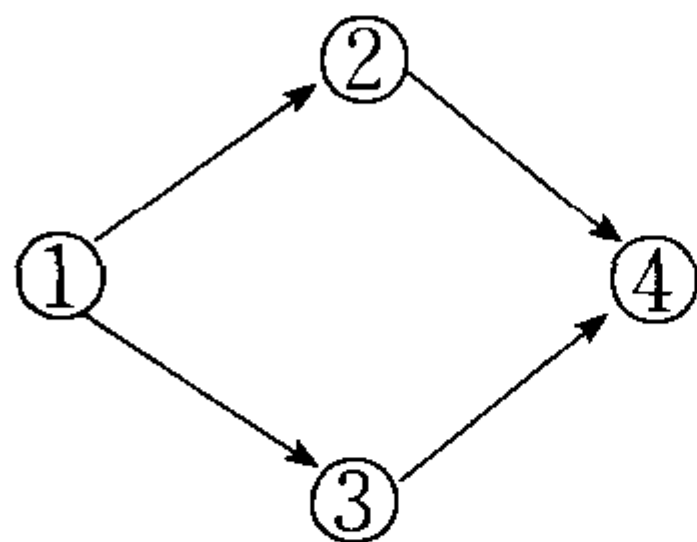
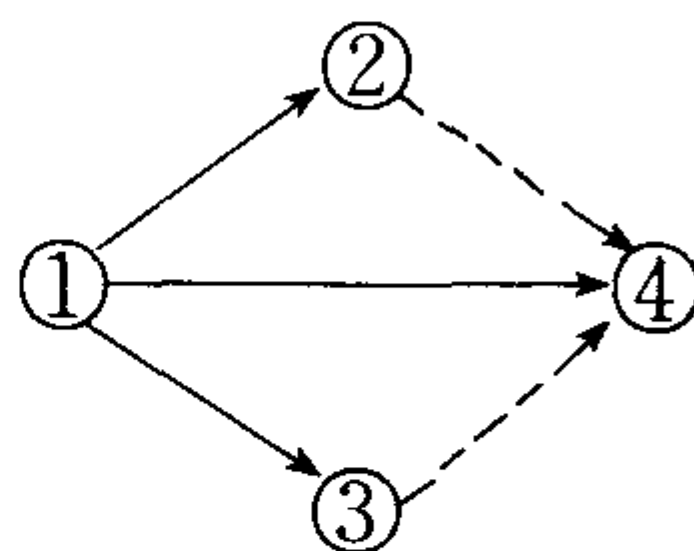

图 9-2 循环矢线图
图 9-3 虚线矢线图
的顺序编写，不得重复且不能循环，如图 9-2；若节点从①开始必须采取平行作业，同时在节点②处交汇，可用图 9-3 方式绘制，图中虚线为虚拟作业线，工作无日程内容，作业时间为零，为避免逻辑混乱和增加节点工作量，尽量少用虚拟作业线。